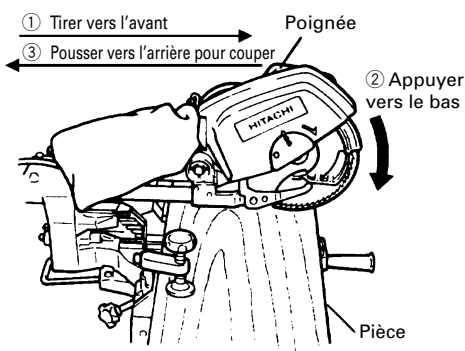

Fig. 22
- (1) Pièces d'une hauteur allant jusqu'à 65 mm (2-9/16") et d'une largeur allant jusqu'à 305 mm (12") : Desserrer le bouton de fixation de glissière et incliner la lame vers l'avant. Puis, appuyer sur la poignée et ramener la lame vers l'arrière pour couper la pièce comme indiqué à la Fig. 22. Cela facilitera la coupe des pièces d'une hauteur allant jusqu'à 65 mm (2-9/16") et d'une largeur allant jusqu'à 305 mm (12").
- (2) Pièces d'une hauteur allant jusqu'à 75 mm (2-15/16") et d'une largeur allant jusqu'à 280 mm (11") : Les pièces d'une hauteur allant jusqu'à 75 mm (2-15/16") et d'une largeur allant jusqu'à 280 mm (11") se coupent de la même façon que décrit au paragraphe 6 - (1) ci-dessus.
- * Lors d'une coupe avec chariot, procéder comme indiqué à la Fig. 22. Une coupe avec chariot vers l'avant (vers l'opérateur) serait très dangereuse car la lame pourrait effectuer un retour vers le haut. En conséquence, toujours déplacer la poignée loin de l'opérateur.